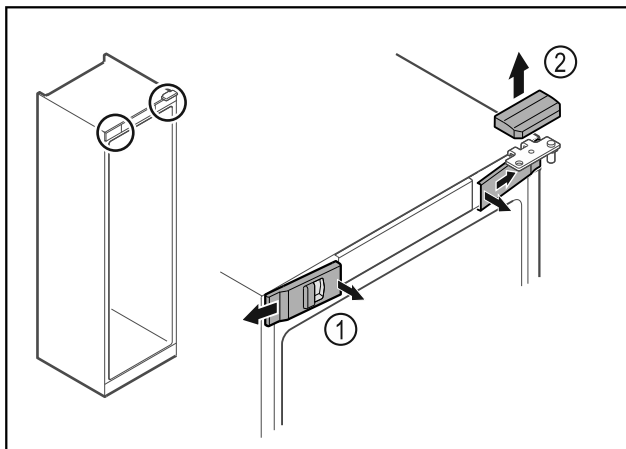

Fig. 18
- ▶ Звільніть передні кришки Fig. 18 (1) всередині від фіксатора та поверніть убік.
- ▶ Зніміть верхню кришку Fig. 18 (2) вгору.